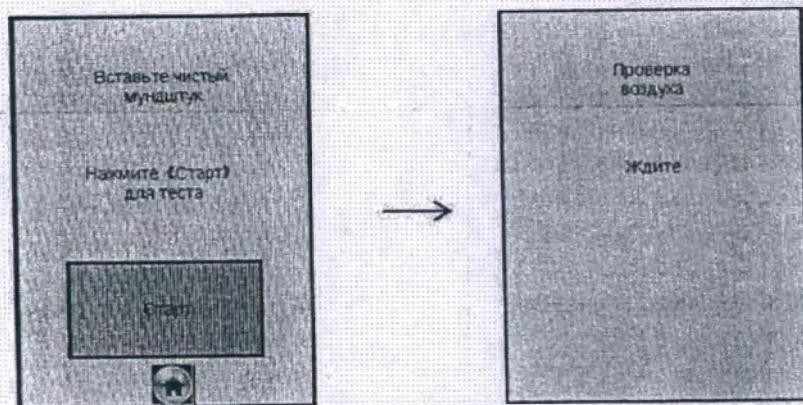

Рисунок 15 – Начало процедуры измерений
2.8.8 Когда данные всех полей будут введены, на экране появится окно с сообщением «Вставьте чистый мундштук» (рисунок 15, слева).
При нажатии на кнопку «Старт» происходит отбор пробы воздуха для выполнения автоматической проверки отсутствия этанола и других компонентов, которые могут оказать влияние на показания анализатора, в окружающем воздухе, в заборной системе анализатора и в мундштуке (рисунок 15, справа):